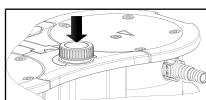

Fig.7: Conexión y desconexión de la bomba con botón giratorio/pulsador
- Conectar la bomba pulsando el botón giratorio/pulsador (ver Fig. 7).